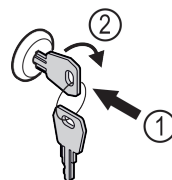

Fig. 189
- Schlüssel hineindrücken. Fig. 189 (1)
- Schlüssel um 90° im Uhrzeigersinn drehen. Fig. 189 (2)